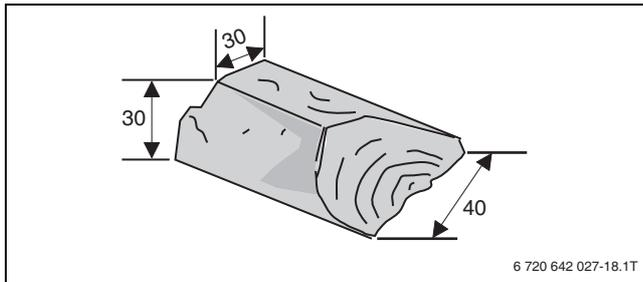

Fig. 32 Esempio: misure ceppo di legno (tutte le misure in mm)
- ▶ Aprire la porta del vano di carico fino alla posizione d'arresto (→ fig. 32, pag. 32) e attendere ca. 10 secondi, in modo che si riduca la quantità di gas scaldanti all'interno del vano di carico.